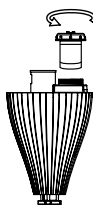
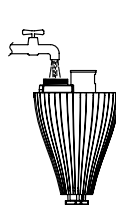

fig. 3
fig. 4
- Girare il serbatoio dell'acqua e svitare il coperchio del serbatoio dell'acqua in senso antiorario (fig. 3). Riempire il serbatoio dell'acqua con acqua fresca da rubinetto, calda di 10°C fino a 50°C (fig. 4).